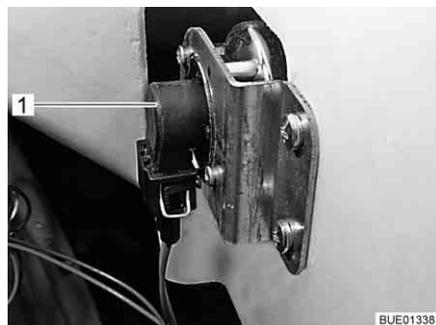

Fig. 266 Indicatore di direzione
- Afferrare dietro il supporto lampada (Fig. 266,1).